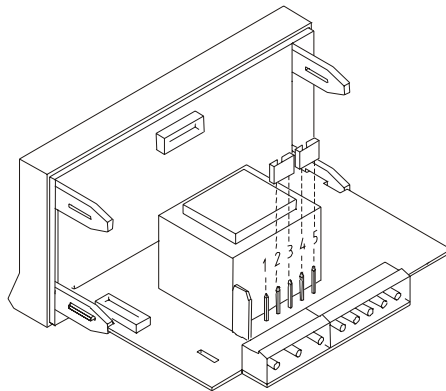

Fig. 9.2. Sélecteur d'alimentation pour 230 V ou 48 V AC
**115/230 V AC:** Les instruments avec alimentation 115/230 V AC sont livrés avec un couplage pour utilisation à 230 V, voir la figure 9.2. Pour changer à 115 V, placer les ponts sur le sélecteur d'alimentation selon la table 1 et la figure 9.3, et après modifier l'indication de l'étiquette.
**24/48 V AC:** Les instruments avec alimentation 24/48 V AC sont livrés avec un couplage pour utilisation à 24 V, voir la figure 9.3. Pour changer à 48 V, placer les ponts sur le sélecteur d'alimentation selon la table 1 et la figure 9.2, et après modifier l'indication de l'étiquette.